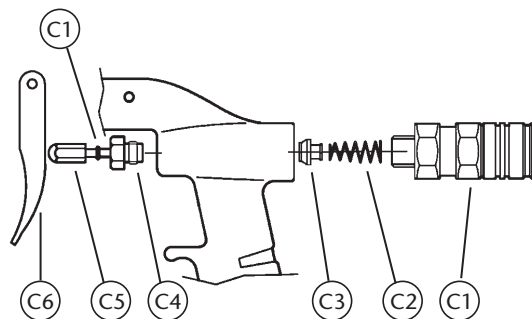

Fig. 3
- Desenroscar y retirar el enchufe rápido (C1) (fig. 3).